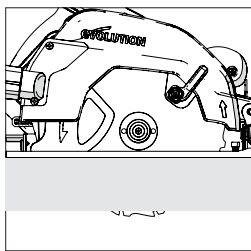

Fig. 12
- I de flesta fall ska sågdjupet ställas in till tjockleken av materialet som ska sågas plus djupet av en halv sågtand (tandens topp till rot). (**Fig. 12**)